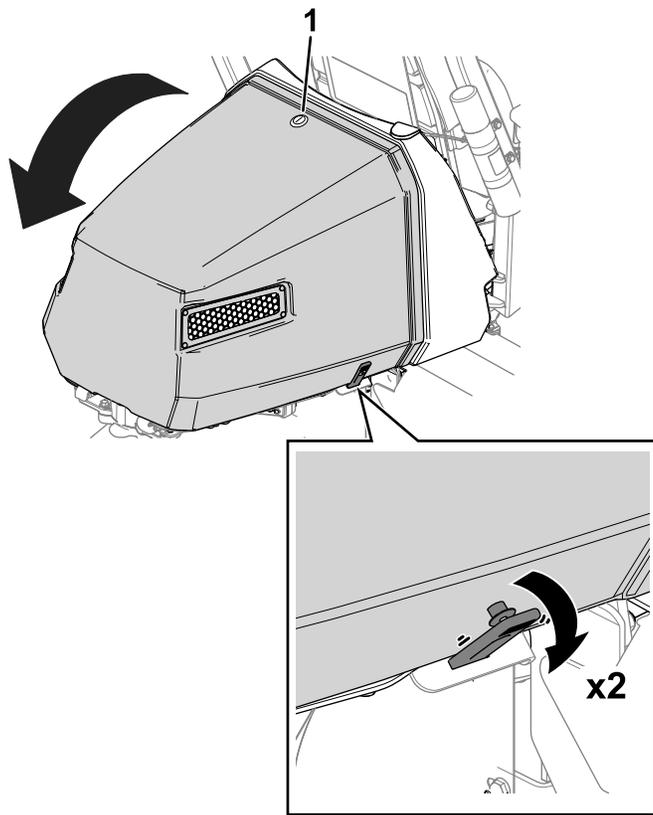

図 37
1. フードラッチを外します 図 37
2. フードの両側でストラップを外す 図 37。